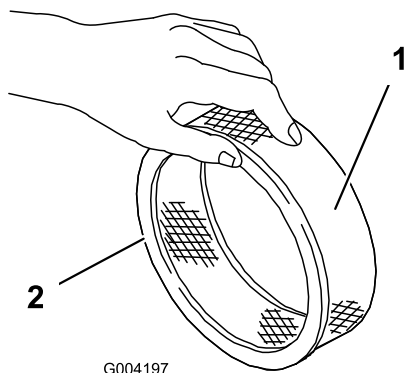

図 146
5. ペーパーフィルタに汚れや油汚れ、ゴムシールの傷がないか点検する(図 146)。